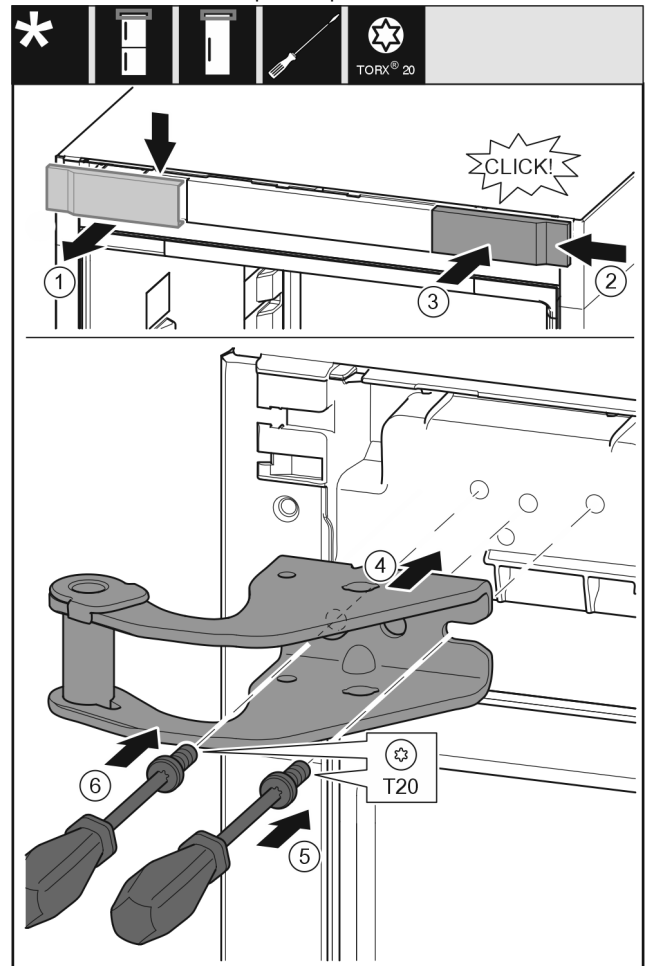

Fig. 10
- ▶ Зніміть кришку вгору вперед. Fig. 10 (1)
- ▶ Почепіть кришку, що повернута на 180°, з іншого боку праворуч. Fig. 10 (2)
- ▶ Зафіксуйте кришку. Fig. 10 (3)
- ▶ Встановіть верхній опорний кронштейн. Fig. 10 (4)
- ▶ Встановіть та закрутіть гвинт за допомогою викрутки T20. Fig. 10 (5)
- ▶ Встановіть та закрутіть гвинт за допомогою викрутки T20. Fig. 10 (6)